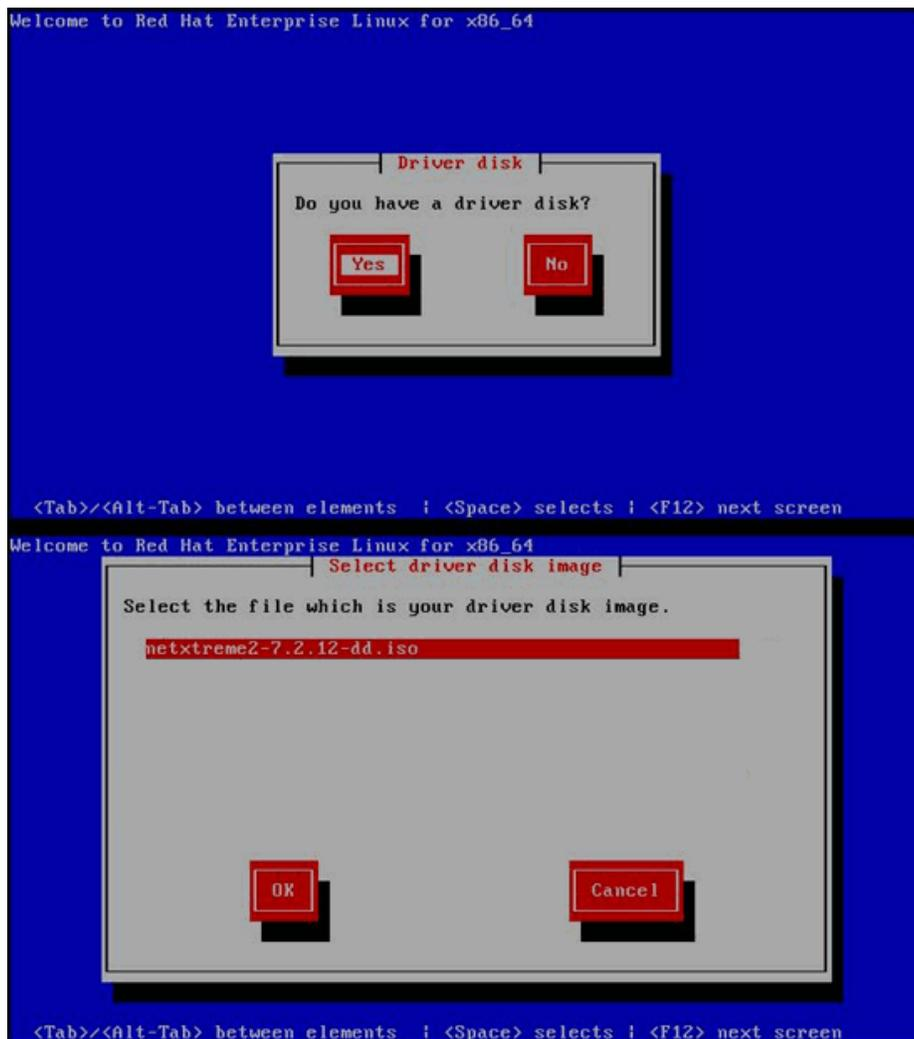

Ilustración 14-25. Selección de un disco de controlador
2. Cuando se muestre **Do you have a driver disk** (¿Dispone de un disco de controlador?), seleccione **Yes** (Sí) (Ilustración 14-25).